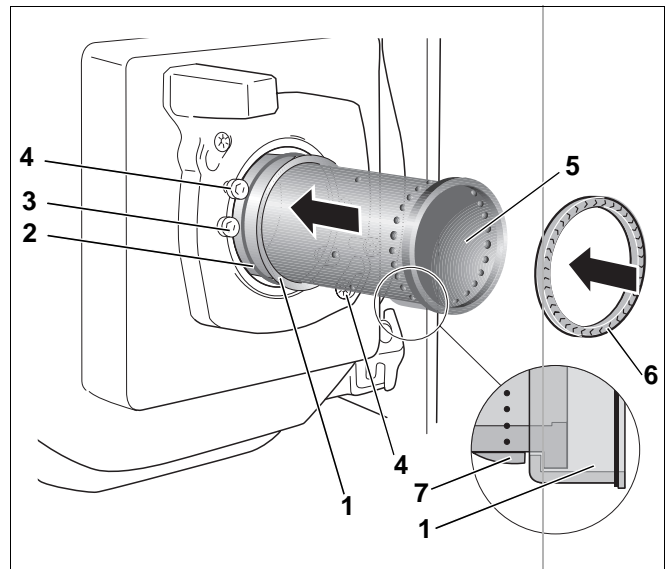

Abb. 2 Brennerrohr austauschen
- Die beiden Befestigungsschrauben (Abb. 2, **Pos. 3**) lösen.
- Stützrohr (Abb. 2, **Pos. 1**) mit O-Ring (Abb. 2, **Pos. 2**) einbauen.
- Keramik-Brennerrohr (Abb. 2, **Pos. 5**) in das Stützrohr einsetzen. Führen Sie dazu das Keramik-Brennerrohr über die Nase (Abb. 2, **Pos. 7**) hinweg bis gegen den Anschlag des Stützrohrs. Die Nase des Keramik-Brennerrohrs muss dabei nach unten zeigen und einrasten (Abb. 2, Lupe).
- Neue Dichtung (Abb. 2, **Pos. 6**) einsetzen.